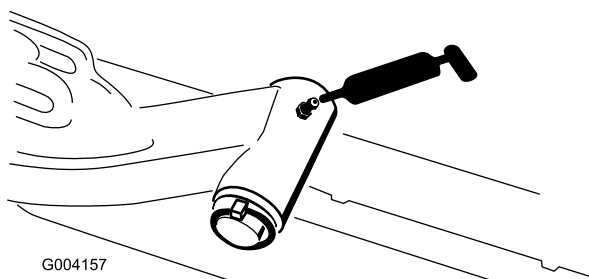

Figure 71
- Axe de pivot des bras de levage (x 1) (Figure 71)